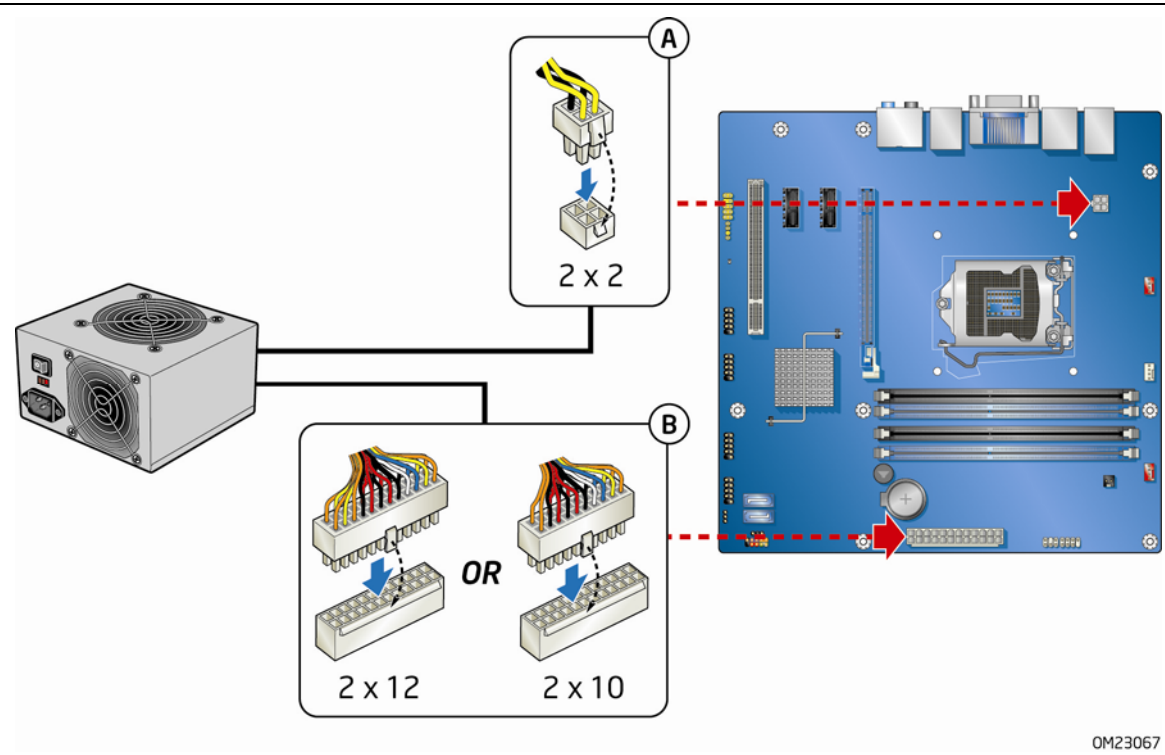

图 23. 连接电源系统电缆
2. 将 12 V 处理器内核电压电源系统电缆连接到 2 x 2 针连接器上（图 23 中的 A）。